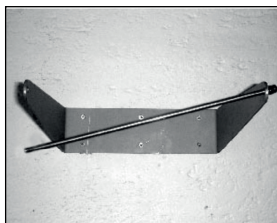

Figura 2
2. Spingere il tubo portante attraverso il primo foro della staffa di supporto e fissare con la prima calotta terminale (figura 2).